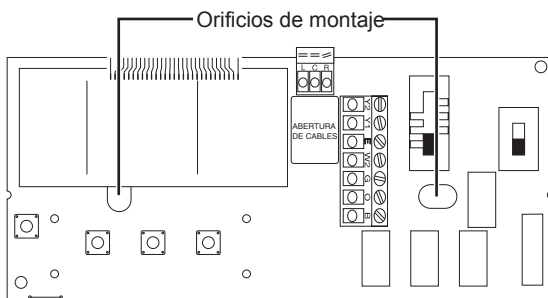

Figura 4
- Coloque el termostato en la ubicación deseada en la pared. Asegúrese de que los cables entrarán por la abertura (Figura 4) en la base del termostato.
- Marque la ubicación de los orificios de montaje (Figura 4). Deje la base aparte.